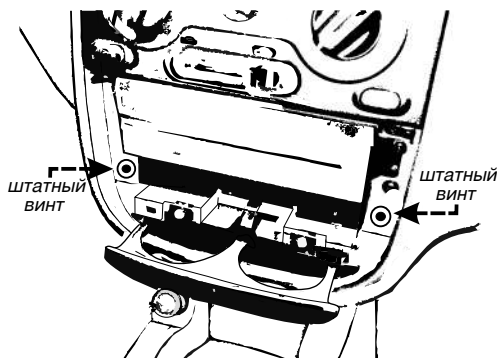

Рис. 4.7
2. Выкрутите штатные винты крепления перчаточного ящика, винты расположены по бокам от ящика, рис. 4.7.